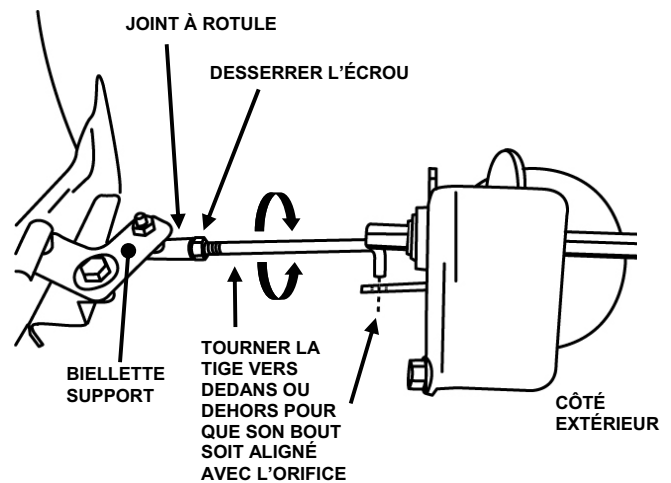

FIGURE 4.11
4. Desserrez le contre-écrou fixant la tige de transfert au joint à rotule sur le support de pivot (voir figure 4.11).